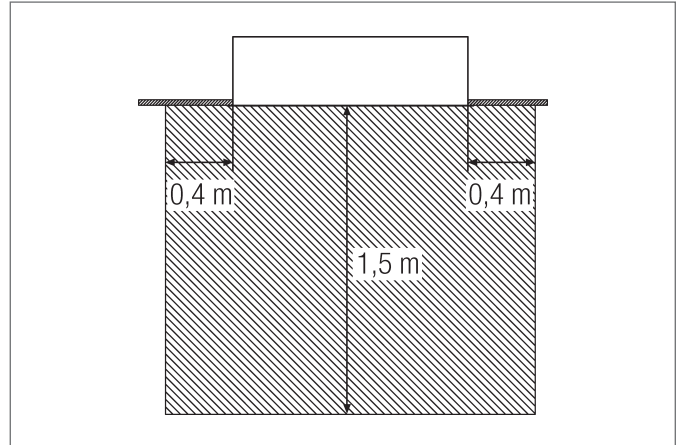

Fig. 4-2: Distancia mínima delante del deshumidificador/ vista desde arriba del marco de montaje colocado
- Preste atención a las distancias mínimas mostradas en la fig. 4-2.